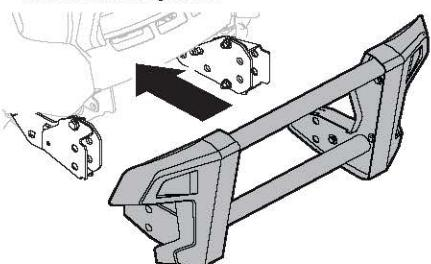

Figure 16
1. Alignez le grillage de protection avec les attaches FastAttachMC installées à l'étape 1 et faites insérer le grillage dans les attaches (Figure 16).